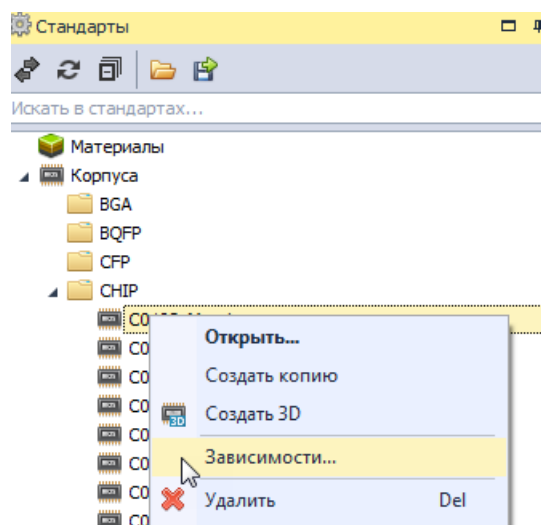

Рис. 91 Просмотр зависимостей выбранного корпуса
2. Вызовите контекстное меню и выберите пункт «Зависимости...», см. Рис. 91.